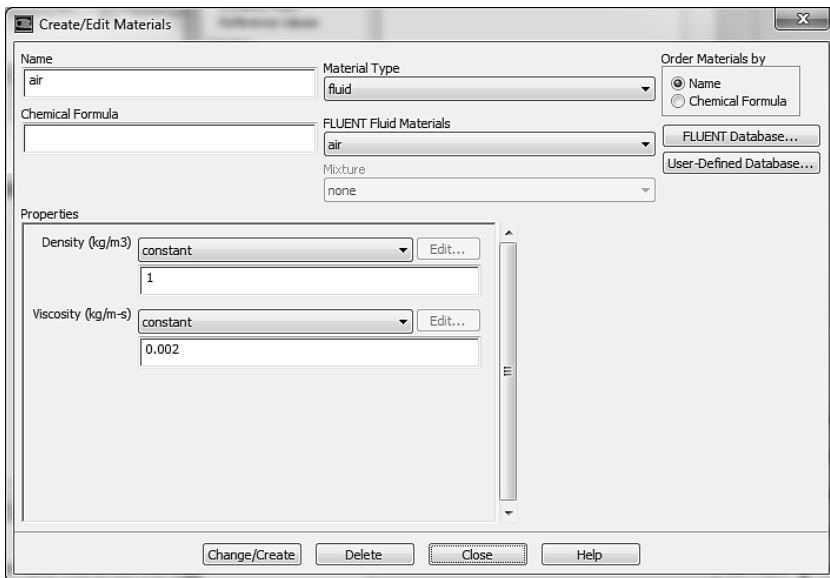

Рис. 1.42.
- 2) В появившемся окне устанавливаем плотность 1 кг/м^3 и вязкость 0.002 кг/(м·сек) , рис. 1.42.